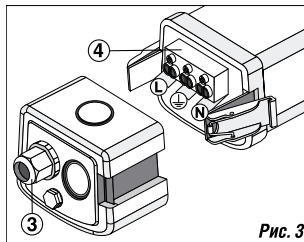

Рис. 3
- Введите сетевой кабель через гермоввод ③, установив его на торцевой крышке светильника, и подключите к клеммной колодке ④ в соответствии с указанной маркировкой клемм L и N, как показано на Рис. 3.
- Прикрепите торцевую крышку ① к корпусу светильника при помощи клипс ②. Убедитесь, что клипсы плотно прилегают к крышке.